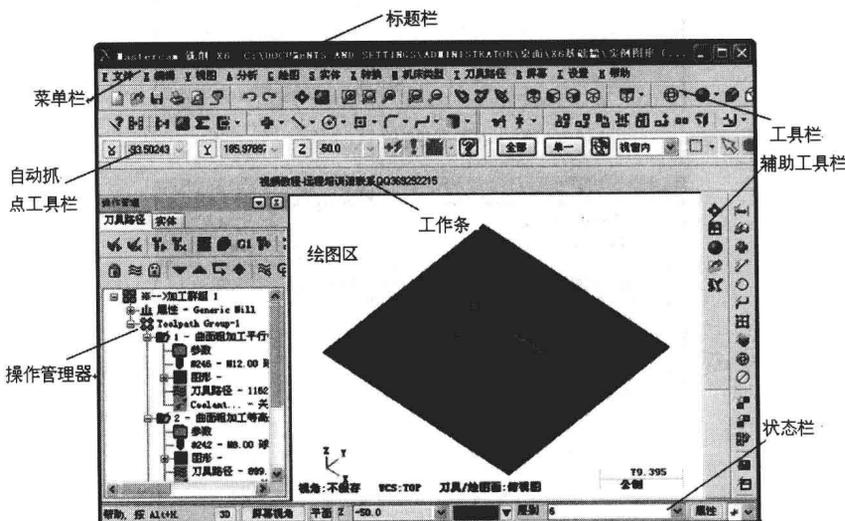

图 1-11 Mastercam X6 的工作界面
Mastercam X6 有着良好的人机交互界面和符合 Windows 规范的软件工作环境，而且允许用户根据需要来定制符合自身习惯的工作使用环境。Mastercam X6 的工作界面如图 1-11 所示，主要由标题栏、菜单栏、工具栏、操作管理器、绘图区和状态栏组成。下面介绍标题栏、状态栏及绘图区的功能。
(1) 2D/3D 构图模式。用于切换 2D/3D 构图模式。在 2D 构图模式下，所有创建的图素都具有当前的构图深度（Z 深度），且平行于当前构图平面，不过，用户可以在如图 1-11